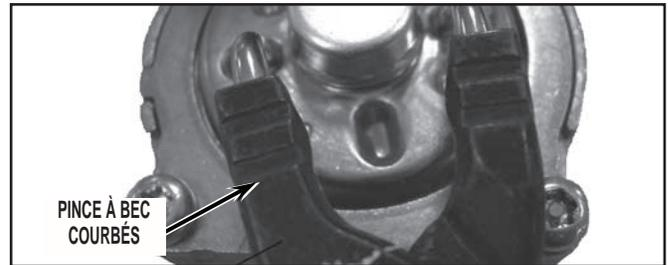

FIGURE 25
29. Pour la rotation, placer une pince à bec recourbé dans les encoches du couvercle. Voir *Figure 25*.